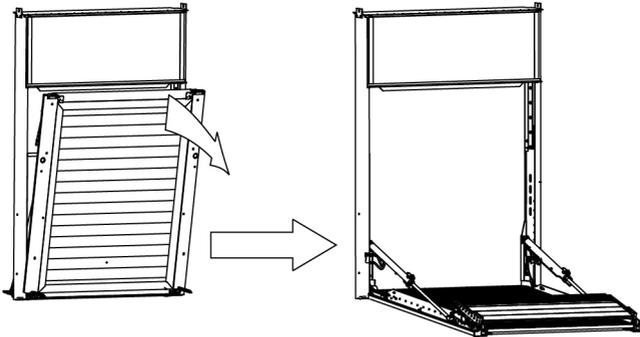

Abbildung 17: Notöffnung V 4000 S (3)
- ▶ Gehen Sie so weiter vor, bis die Plattform komplett geöffnet ist (siehe Abbildung 17, Seite 74).